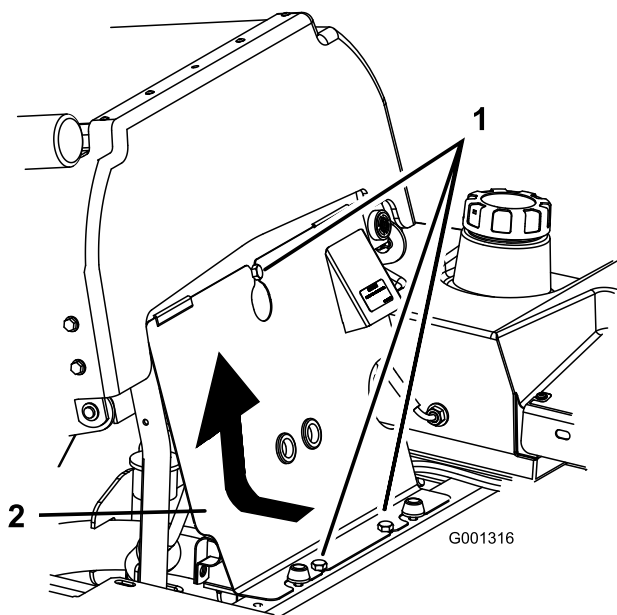

**Figure 36**
5. Placez un bac de vidange sous l'orifice de vidange. Retirez le bouchon de vidange et laissez s'écouler toute l'huile (Figure 36).